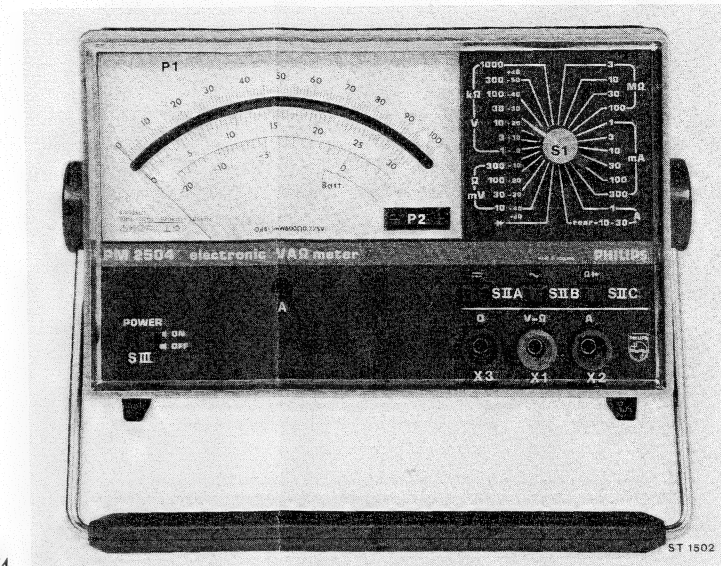

Fig. 14
V-2 CONTROLE DE L'ETAT DES PILES (Fig. 14, 15, 16 page 42)
V-3 REGLAGE DU ZERO (Fig. 14 et 15 page 42)
- Interconnecter l'entrée "O" et l'entrée "V- Ω " (Fig. 14 page 42).
V-4 ETALONNAGE (Fig. 14 et 15 page 42)